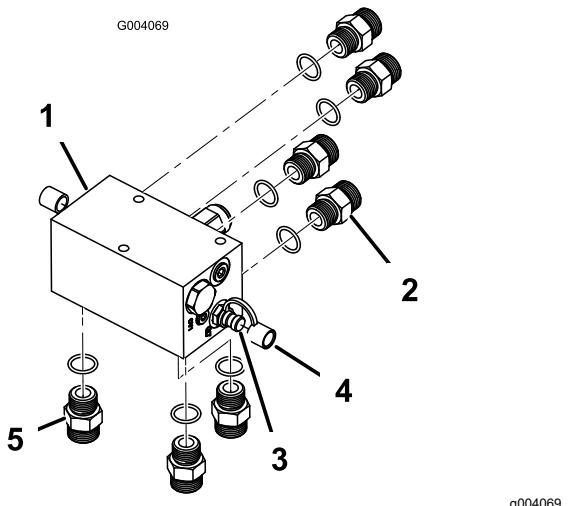

Figure 4
- Montez les 2 raccords de diagnostic de chaque côté du collecteur assortis des capuchons antipoussière (Figure 4).
- Montez les 3 raccords hydrauliques droits au fond du collecteur (Figure 4).
- Posez les 4 raccords hydrauliques droits à l'arrière du collecteur (Figure 4).